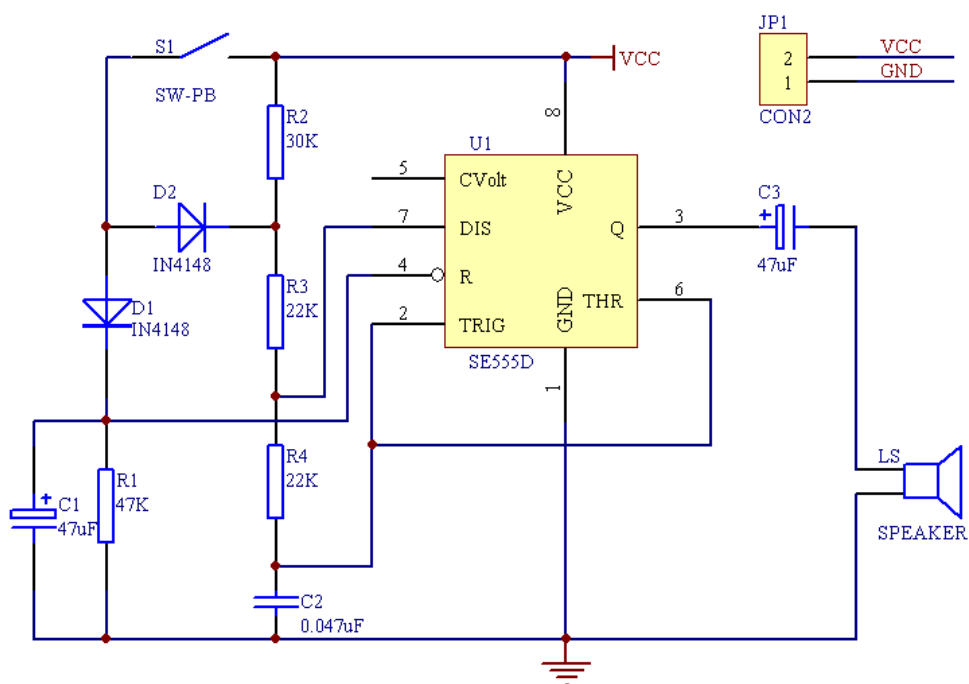
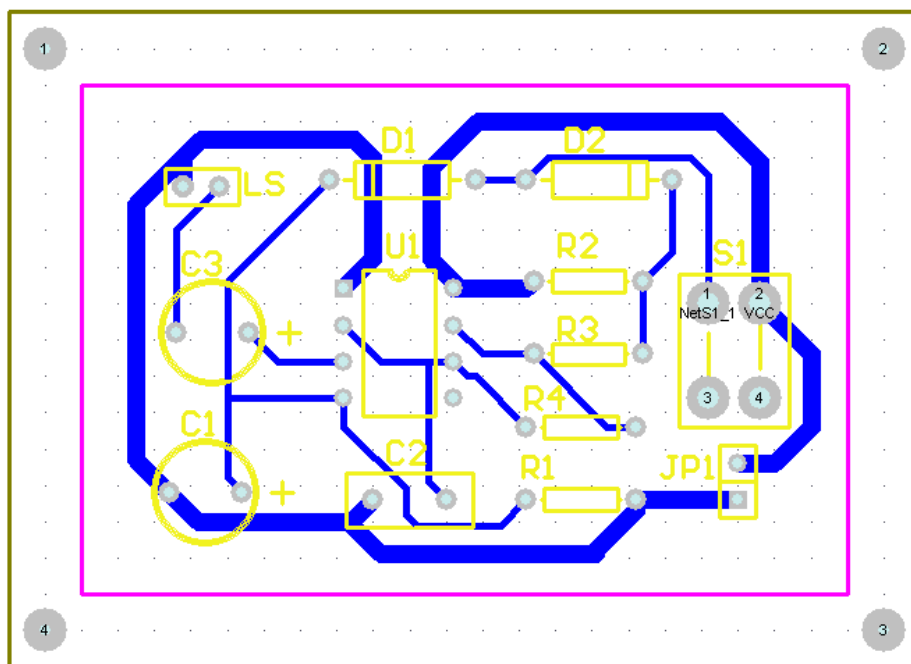

图 6-1
图 6-2
- 2、根据图 6-1 电路图直接在 PCB 编辑器中用手动方法设计出实用门铃电路的 PCB 版图，例如图 6-2，其设计要求如下：
- 1、绘制图 6-1 中需要自创的元素封装。